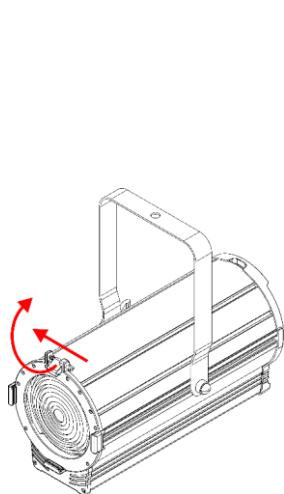

Fig. 08
- 01) Poussez la **vis à ressort (01)**, soulevez en même temps le **clip pour cadre de couleur (02)** et basculez-le vers l'arrière (voir fig. 08).